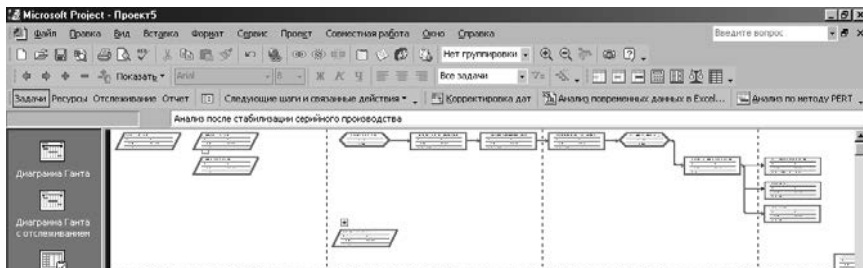

Рис. 60. Приклад сіткової діаграми у MS Project
- Задати перелік робіт та віх проектів згідно з рис. 60.